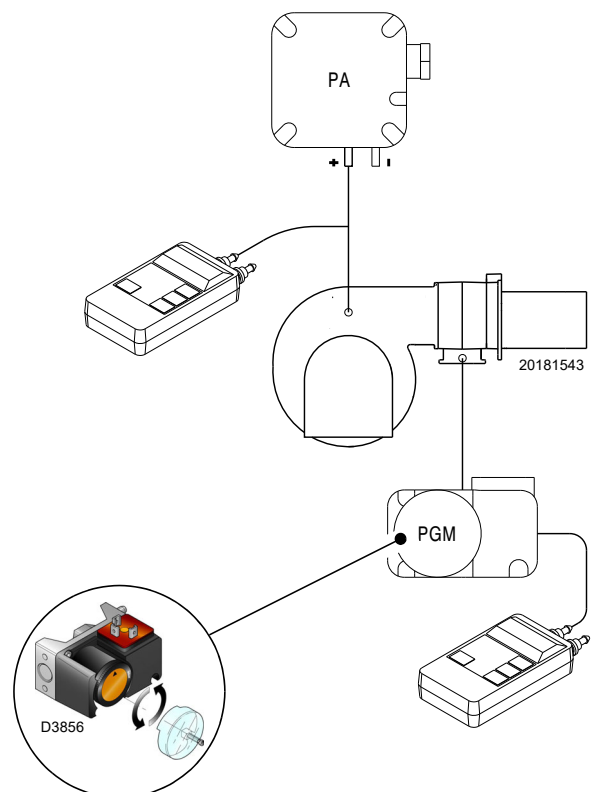

Abb. 30
- Regeln Sie den Maximal-Gasdruckwächter (Abb. 30 auf Seite 31) auf das Skalende.
Die Einstellung des Maximal-Gasdruckwächters ausführen (Abb. 30), nachdem alle anderen Einstellungen des Brenners bei auf das Skalenende eingestellten Maximal-Gasdruckwächter vorgenommen wurden.